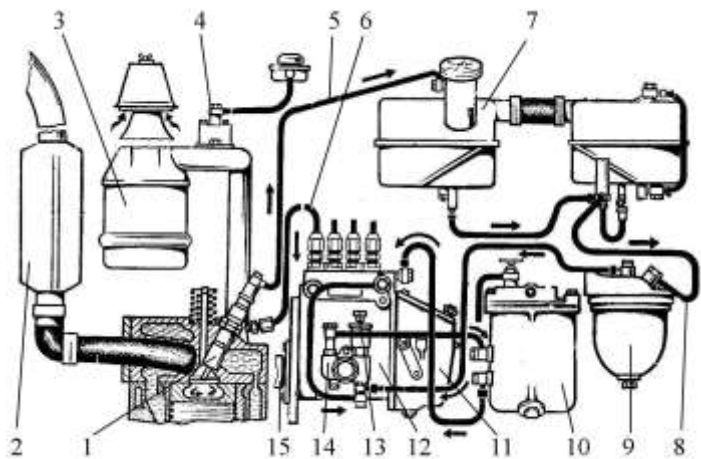

Рис. 1
1. Користуючись рис.1, знайдіть на двигуні основні прилади системи живлення дизеля: